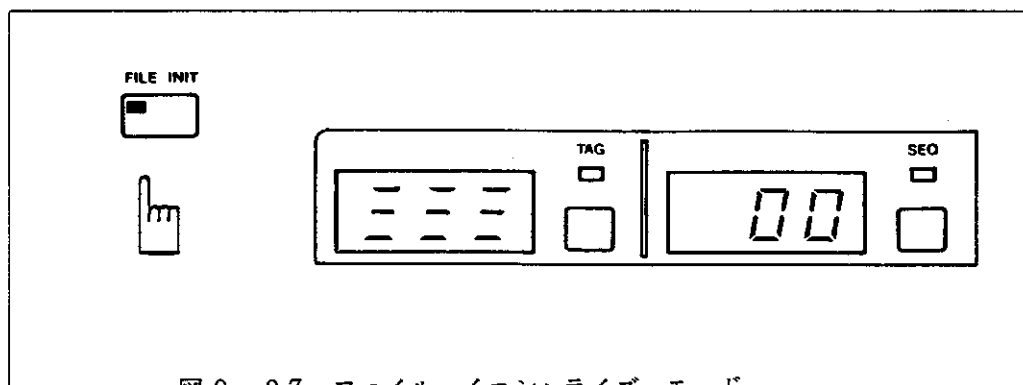

図9-27 ファイル・イニシャライズ・モード
- ① イニシャライズしようとするメディア(Write Protectされていないもの)を**TR98102**のドライブ0に挿入し、**FILE INIT**スイッチを約2秒間押し続けますと、**TR98102**のTAG番号表示用LEDが[図9-27]のような表示をし、イニシャライズ・モードになったことを示します。